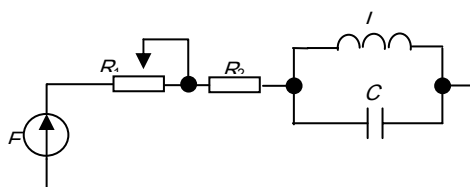

Рис. 4.2
- установить сопротивление цепочки  $R = R_1 + R_2 = 9 \text{ кОм}$ ; собрать схему, показанную на рис. 4.2.;